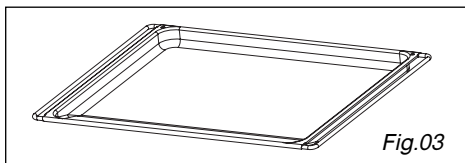

Fig.03
- **Geëmailleerde schaal (Fig.03):** Deze kan worden gebruikt om au bain-marie te koken waarbij het voor de helft met water wordt gevuld. Kan tevens als ovenschaal worden gebruikt.